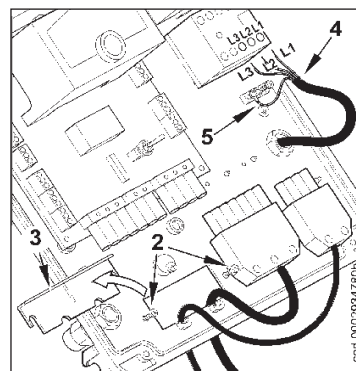

Рисунок 2
- 2) Ослабьте винты (2). После того, как Вы сняли кабельный зажим (3), пропустите через отверстие 7-штырьковый и 4-штырьковый разъёмы (см. рис.2). Соедините питающие кабели (4) к дистанционному выключателю, закрепите заземляющий кабель (5) и затяните соответствующий хомут.